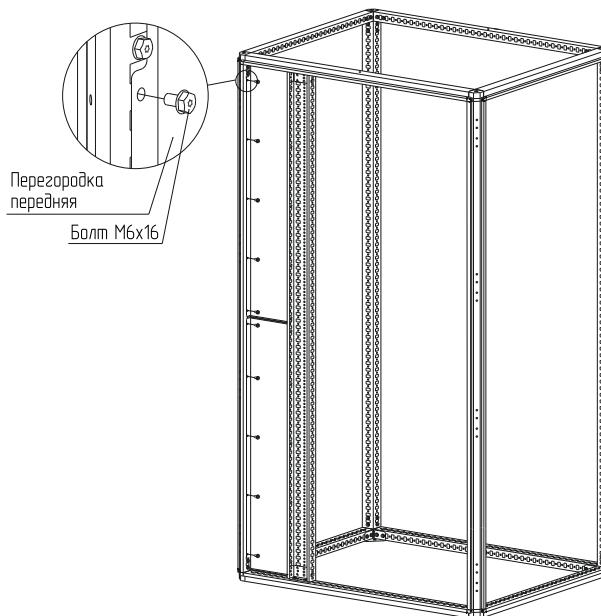

Рисунок 57
4.29.3 Закрепите перегородку к стойкам в верхней части шкафа болтами M 6×16 (рисунок 57). Момент затяжки – 7 Н·м. Болты в комплект не входят.